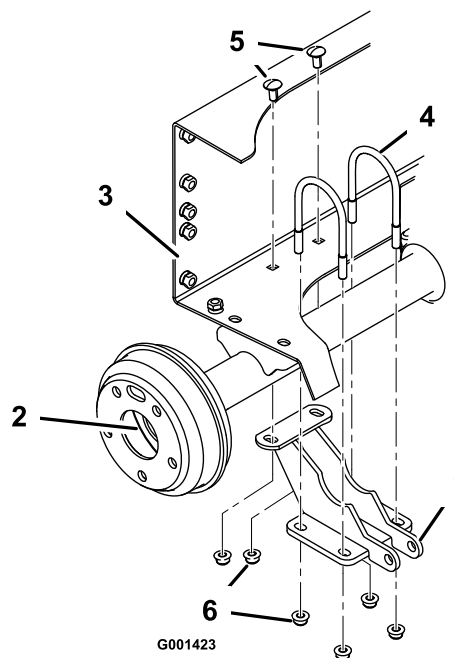

Figure 5
4. Montez le support de vérin de relevage sans le serrer sur l'extrémité droite de l'essieu arrière au moyen de 2 étriers filetés et de 4 écrous à embase (3/8 pouce) tout en alignant les trous de montage sur les trous du support de batterie (Figure 5).
5. Fixez le support de vérin de relevage au châssis arrière avec 2 boulons de carrosserie (3/8 x 3/4 pouce) et 2 écrous à embase (3/8 pouce). Serrez les 4 écrous à embase sur les étriers filetés au même couple pour bien aligner le support par rapport à l'essieu. Serrez les deux écrous qui fixent l'arrière du support au châssis arrière (Figure 5).